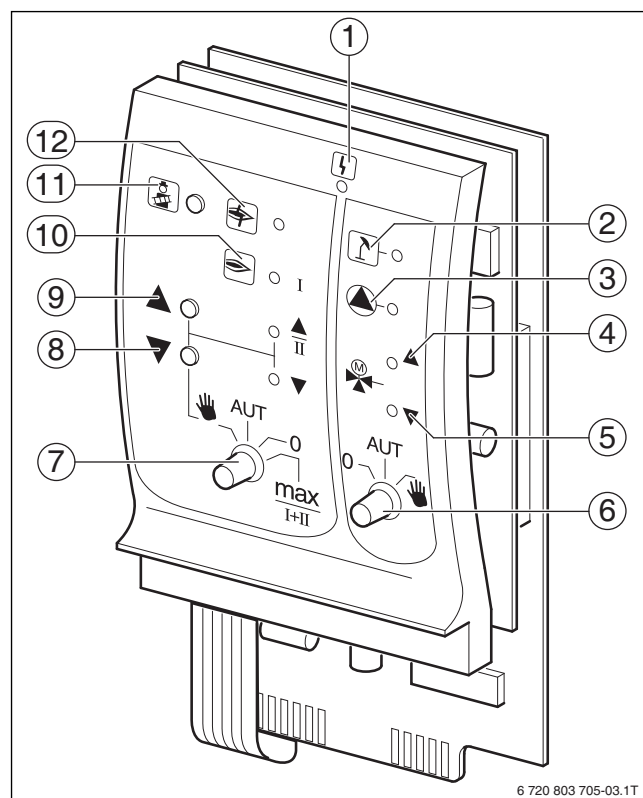

Рис. 11 ZM434
Если выключатели не стоят в положении автоматического режима, то на дисплей MEC2 выходит соответствующее сообщение, и загорается индикация о неисправности (рис. 11, [1]).
- ▶ Держите кнопку **Тест дымовых газов** (→ рис. 11, [11], стр. 11) несколько секунд нажатой.
Во время проведения теста дымовых газов попеременно мигают индикация о **неисправности** (→ рис. 11, [1], стр. 11) и **летний режим** (→ рис. 11, [2], стр. 11).
**0, Рука и max I + II** являются особыми положениями переключателя горелки (→ рис. 11, [7], стр. 11), которые разрешается устанавливать только специалистам сервисной фирмы, например, при отказе от управления или при проведении технического обслуживания.
**0 и Рука** являются особыми положениями переключателя котлового контура (→ рис. 11, [6], стр. 11), которые разрешается устанавливать только специалистам сервисной фирмы.